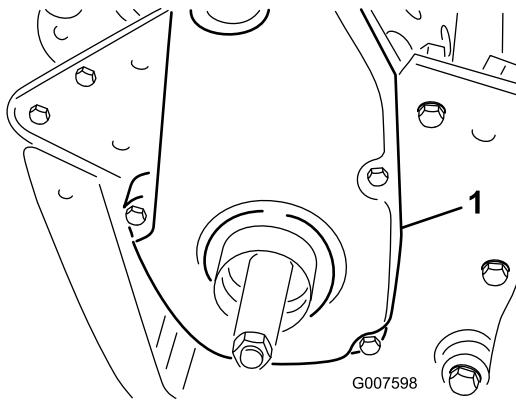

Рисунок 38
- Снимите детали крепления крышки ремня и саму крышку, чтобы открыть доступ к ремню (Рисунок 38).